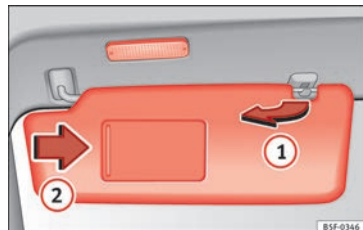

Fig. 142 Aletta parasole
- L'aletta parasole può essere staccata dal supporto e orientata verso la porta » fig. 142 ①.